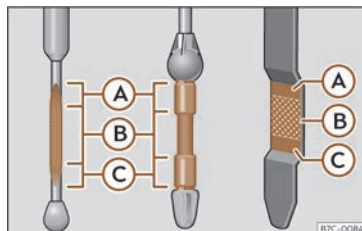

Fig. 220 Barra de medición do nivel de aceite.
- A continuación, volva extraela e comprobe o nivel de aceite»» fig. 220 . Se for necesario, recargue aceite do motor.
- Cando o nivel de aceite alcance como mínimo a zona»» fig. 220 (B), enrosque o tapón da boca de recarga con coidado »» ⓘ.
Se o nivel de aceite está por encima da zona»» fig. 220 (A), non arranque o motor. Pode causar danos no motor e no catalizador. Informe a un taller especializado.
O nivel de aceite non deberá estar en ningún caso por encima da zona»» fig. 220 (A). De non ser así, podería aspirarse aceite polo respiradoiro do cárter do cegoñal e chegar a atmosfera a través do sistema de escape.